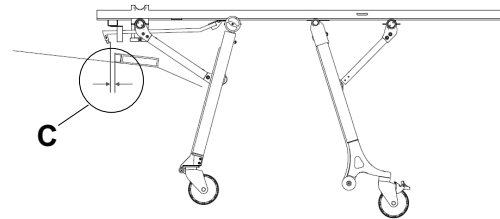

Figure 10 – Espacement entre le crochet de sécurité et la plaque d'arrêt
- L'espacement horizontal (C) entre le crochet de sécurité et la plaque d'arrêt est suffisant pour le déchargement (Figure 10)